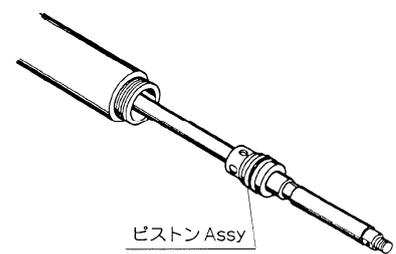

Fig.4.4
- 9) 次にサクションチューブよりプランジャーロッドを持って引き出すと、ピストン、コネクティングスタッドのAssyが抜き出せます。(Fig.4.4)